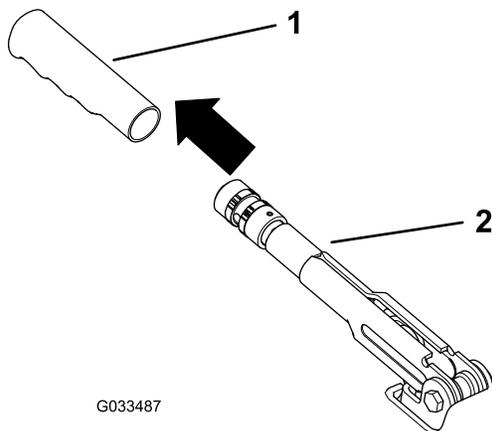

Рисунок 62
1. Снимите резиновую оболочку с рычага стояночного тормоза (Рисунок 62).